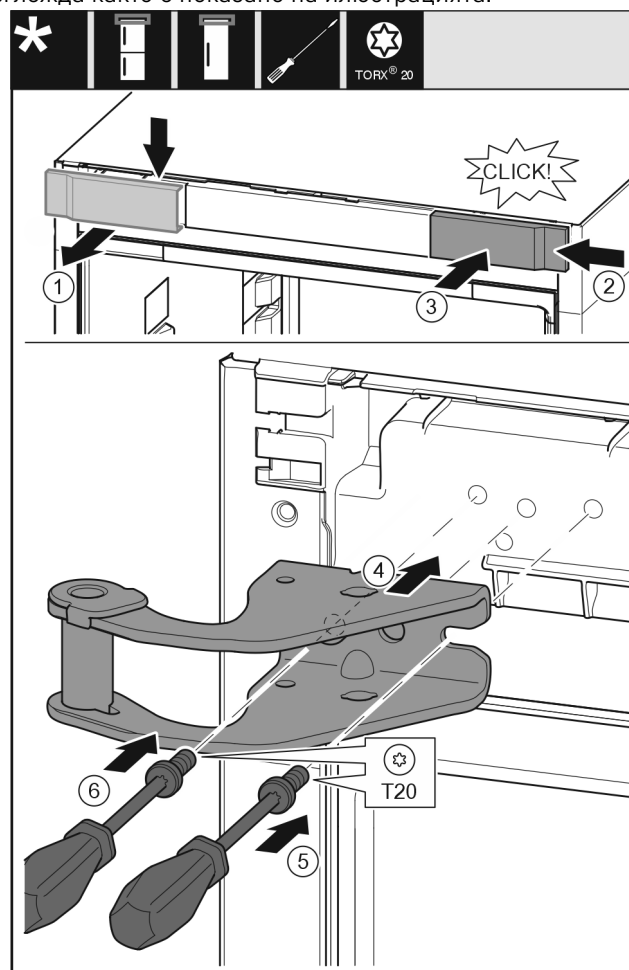

Fig. 31
- Свалете капака от горе напред. Fig. 31 (1)
- Закачете капака, завъртян на 180°, от другата страна отдясно. Fig. 31 (2)
- Фиксирайте капака. Fig. 31 (3)
- Поставете горната лагерна стойка. Fig. 31 (4)
- С отвертка T20 поставете винта и го затегнете. Fig. 31 (5)
- С отвертка T20 вкарайте винта и го затегнете. Fig. 31 (6)